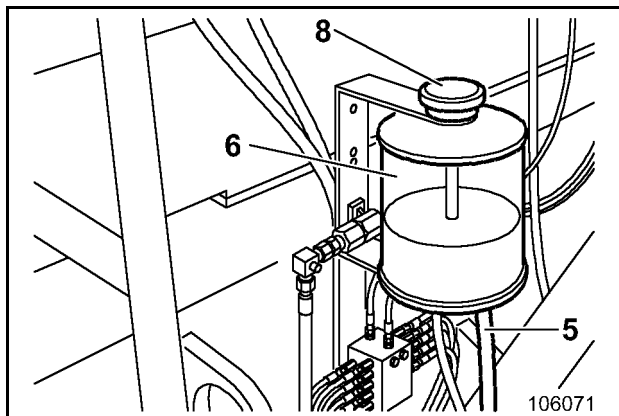

Fig. 3-83:
- ➔ Dévisser le bouchon (8, Fig. 3-83:) et ajouter de l'huile fraîche par le récipient d'équilibre (6). Un tiers env. du réservoir d'équilibre (6) doit être rempli d'huile.
La purge du réducteur se fait par le bouchon (8, Fig. 3-83:).